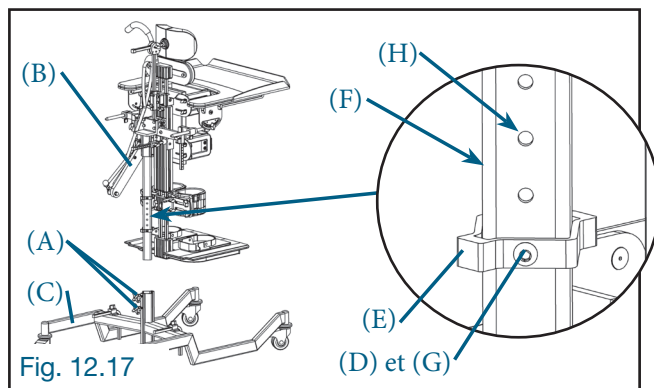

Fig. 12.17
12.17 FRAME HEIGHT ADJUSTMENT ON THE BASE (Fig. 12.17)